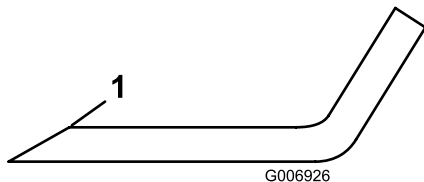

Bild 72
4. Untersuchen Sie die Schnittkanten aller Messer. Wenn sie stumpf sind oder Kerben aufweisen, schärfen Sie nur die Oberseite der Schnittkanten und behalten dabei den ursprünglichen Schnittwinkel bei, um die Schärfe des Messers zu gewährleisten (Bild 72).